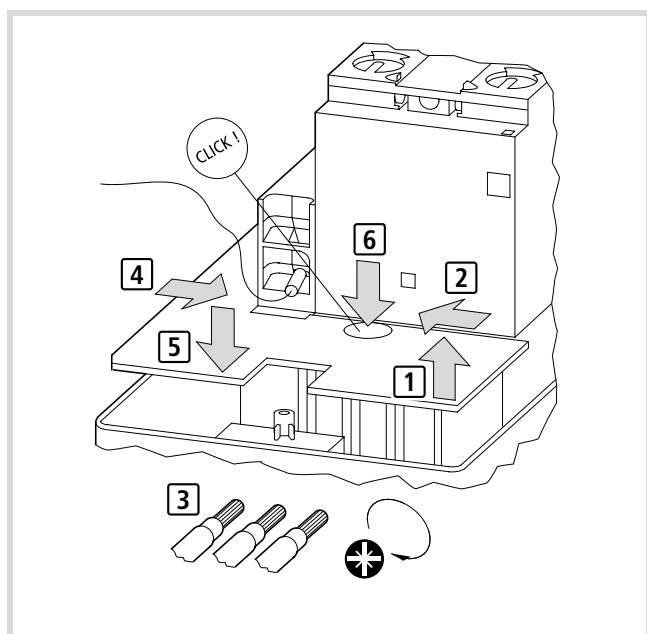

Figure 57 : Montage de la plaque de protection destinée à la protection supplémentaire de l'AS-Interface® contre les conducteurs desserrés
Montez la plaque de protection pour assurer une protection supplémentaire contre les câbles desserrés (→ Figure 57 à la Page 52).
- ▶ Clipsez la plaque de protection destinée à assurer une protection supplémentaire de l'AS-Interface® contre les conducteurs desserrés. La marche à suivre est décrite à la figure 57.